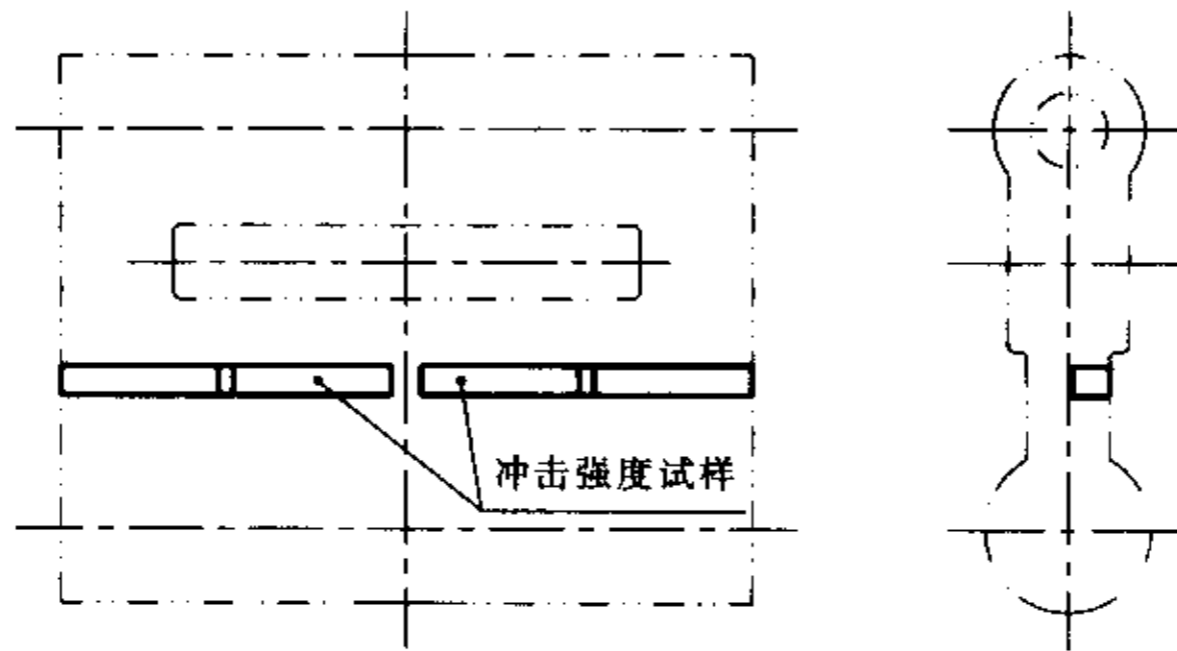
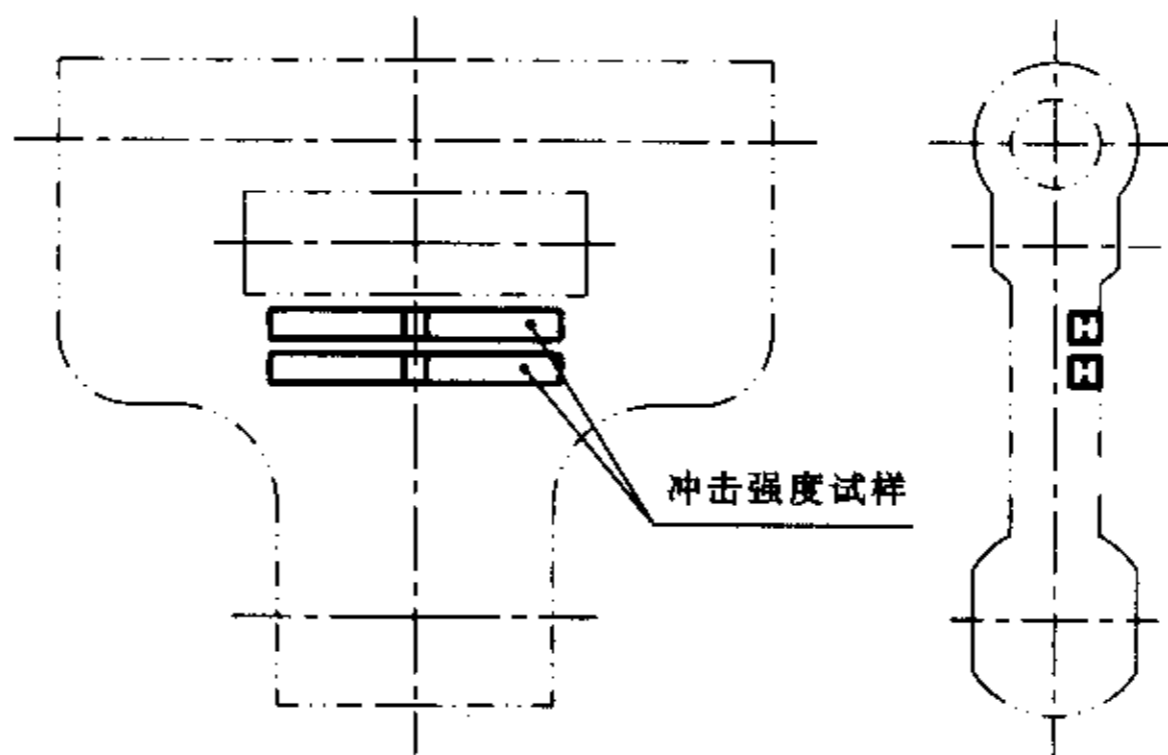
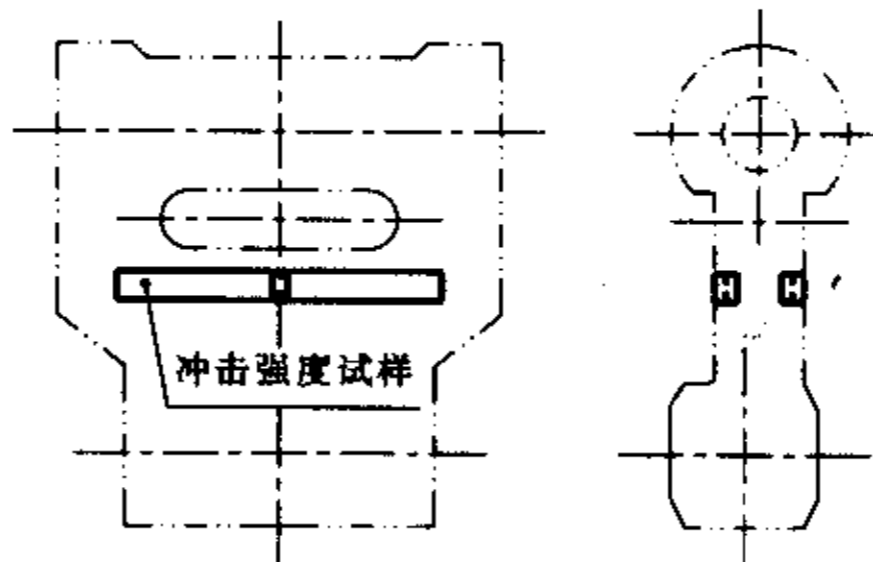
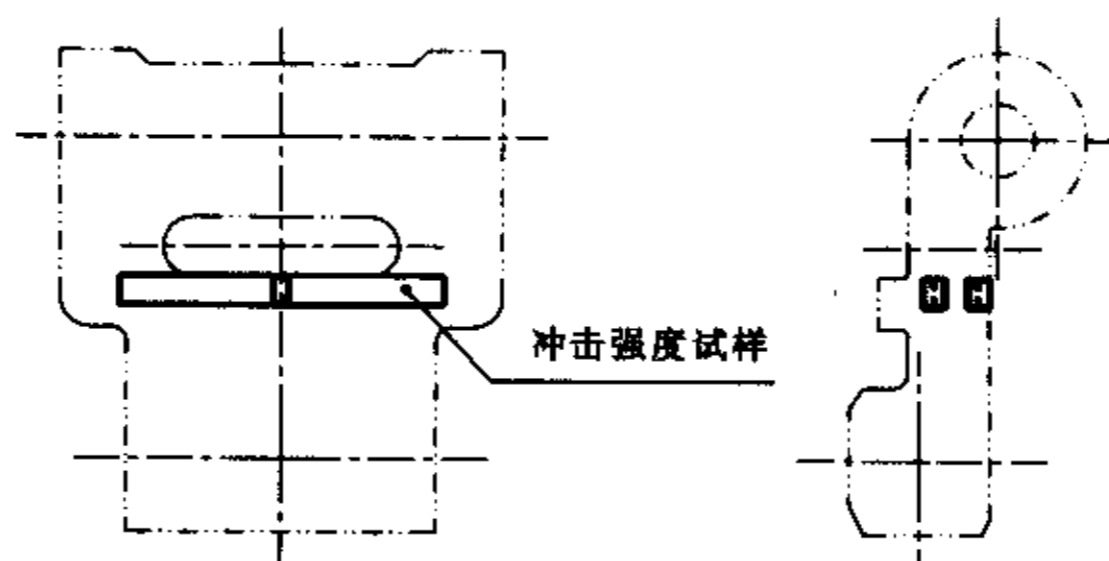

图2 PA1型投梭结取样部位
图3 PH1型、PH2型投梭结取样部位
图4 PK1型投梭结取样部位
图5 PK2型投梭结取样部位
4.1 在每个样本单位上截取二个试样,取样部位如图2、图3、图4、图5、图6和图7所示。